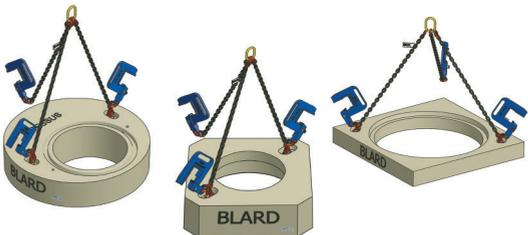

figure 4
3.2 Utilisation des deux crochets (figures 4)